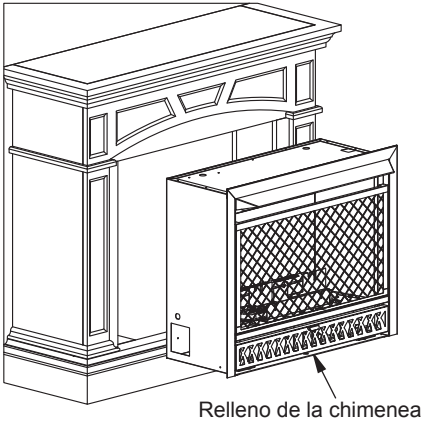

Figura 40
12. Tras el montaje de la repisa de chimenea, elevar a la posición vertical. Con cuidado, empuje el relleno de la chimenea desde el frente de la repisa de chimenea, como se muestra en la Figura 40.